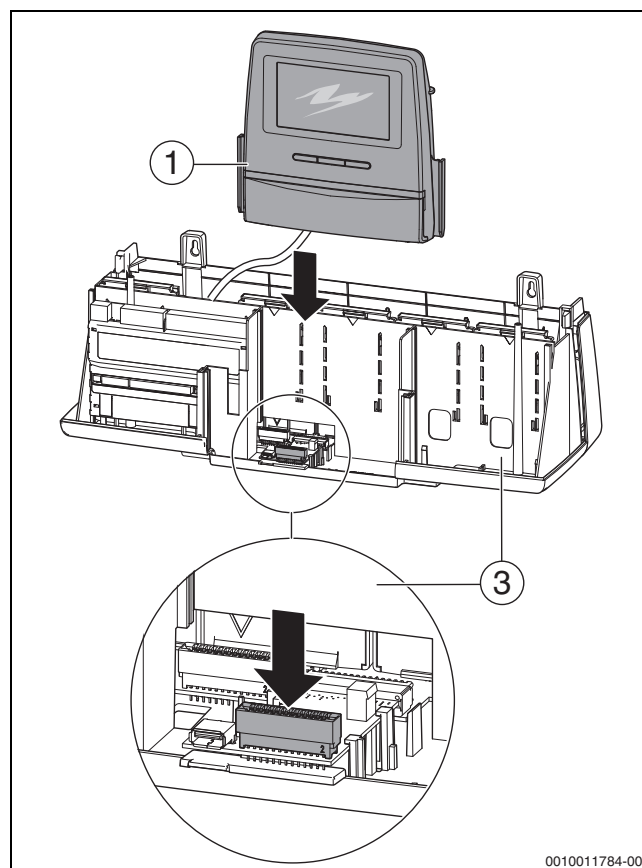

Fig. 35 Introducerea unității de control pe partea inferioară a carcasei
- ▶ Asigurați capacul detașabil [2] cu șuruburile automatizării (→ fig. 35, pagina 29).